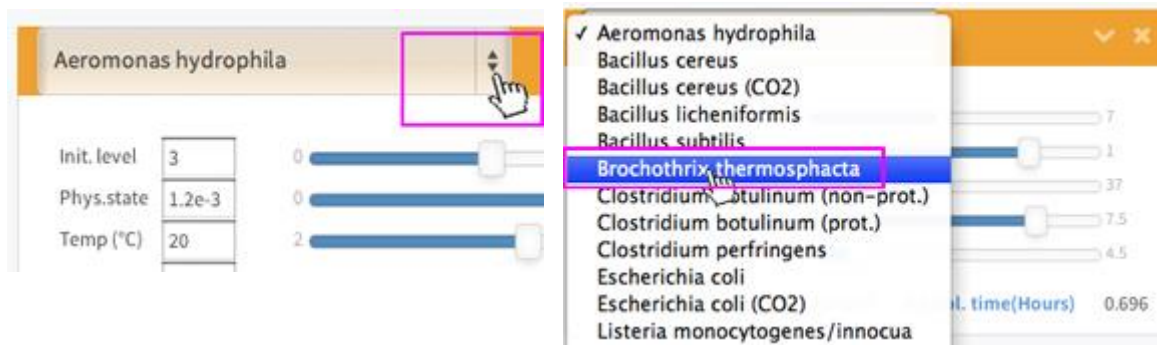

Figura 41 Print pantalla selección del microorganismo
2. En el menú desplegable para fijar el microorganismo, seleccione *Brochothrix thermosphacta* (Figura 41)